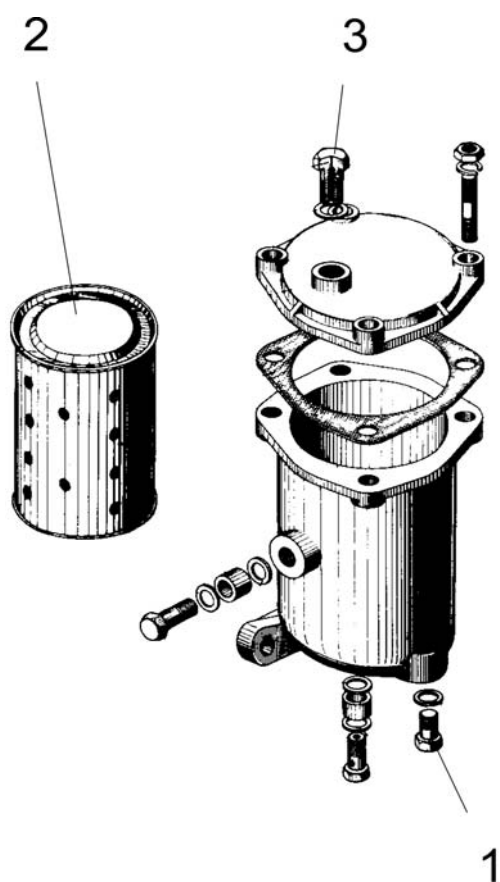

Рисунок 7.5 - Слив отстоя и замена фильтрующего элемента фильтра тонкой очистки топлива
- отпустить на несколько оборотов пробку 3 (рисунок 7.5), удаления воздуха;
- слить топливо из фильтра, отвернув пробку 1 (рисунок 7.5), в нижней части корпуса;